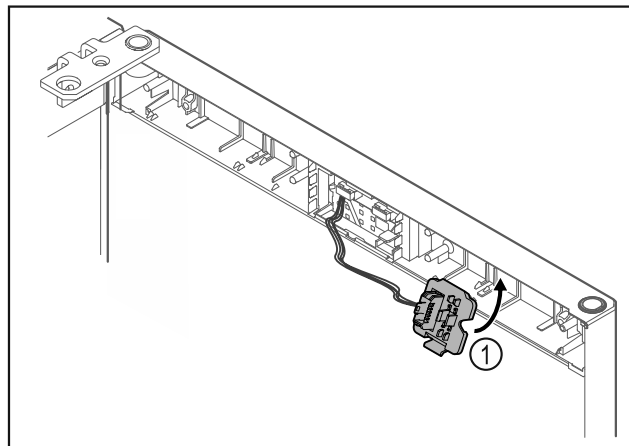

Fig. 23
- ▶ Užfiksukite kištuko laikiklį Fig. 23 (1) priešingoje pusėje.